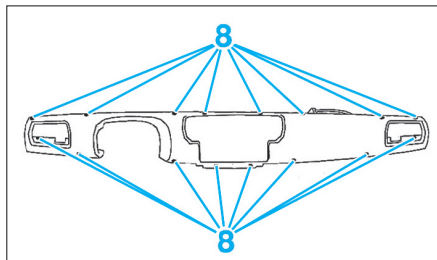

Fig. 13
- Déposer les 16 vis de fixation (8) de la coiffe de bord (Fig.13).